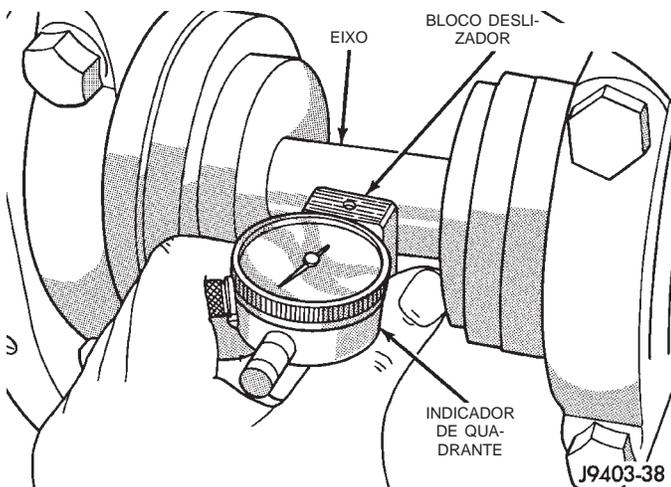

Fig. 45 Medida de Profundidade da Engrenagem do Pinhão - Típico
(7) Com o bloco deslizador ainda posicionado contra o bloco de altura do pinhão, deslize vagarosamente a sonda do indicador de quadrante sobre a borda do bloco de altura do pinhão. Observe quantas revoluções no sentido anti-horário o indicador de quadrante percorre (aproximadamente 0,125 pol.) até atingir o seu limite máximo.
(8) Deslize a sonda do indicador de quadrante através da folga entre o bloco de altura do pinhão e a barra do eixo com o bloco deslizador contra o bloco de altura do pinhão (Fig. 45). Quando a sonda do indicador entra em contato com a barra do eixo, o ponteiro do indicador irá girar no sentido horário. Zere o ponteiro do indicador contra a barra do eixo. Não vire a superfície do indicador. Continue movendo a sonda do indicador até a parte superior da barra do eixo e registre a leitura mais alta. Se o indicador de quadrante não conseguir atingir a leitura zero, a capa do mancal traseiro ou o jogo de medidores de profundidade do pinhão não estão instalados corretamente.